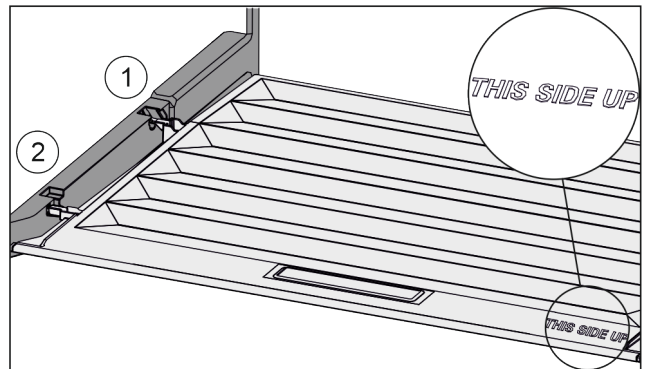

Fig. 158
- ▶ Пъхнете шийките на капака през отвора в задния държач Fig. 158 (1) и фиксирайте отпред в държача Fig. 158 (2).